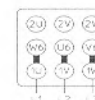

Bild 6
**Betrieb niedrige Drehzahl running low speed** -> Bild 6